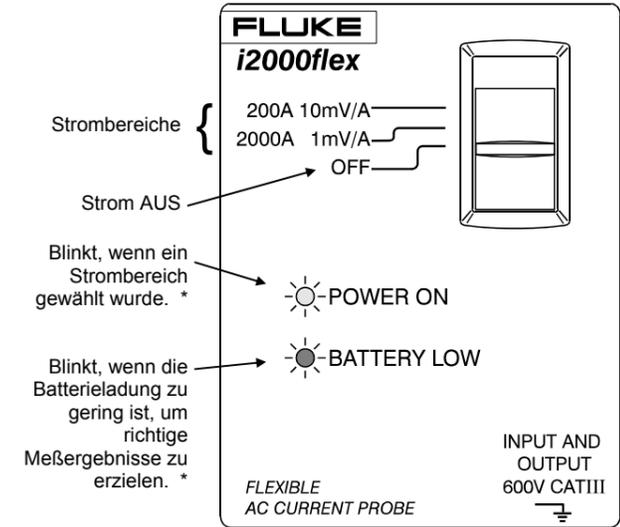

Abbildung 1. Text auf der i2000flex-Einheit
- "BATTERY LOW"-Anzeige blinkt nicht (rote LED) (siehe Abbildung 1)
Betriebszeit der Batterie Anzeigen (siehe Abbildung 1)	9-V-Alkali-Batterie, IEC 6LR61, 550 mAh > 100 Stunden